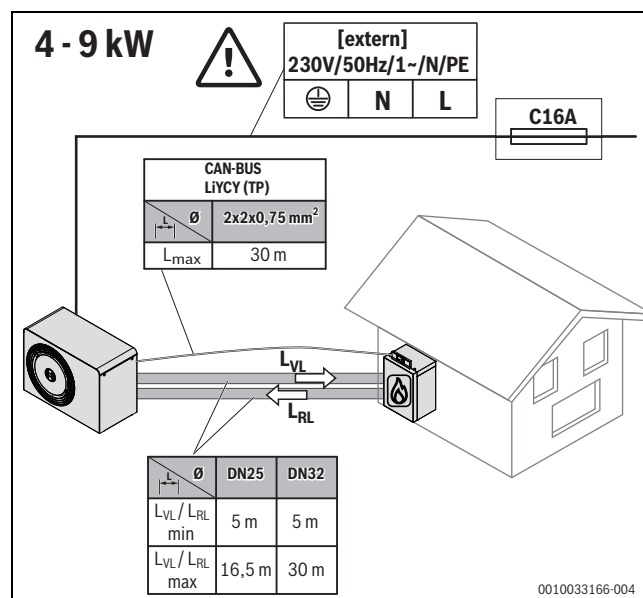

Bild 8 Anforderungen an Leitungslängen 4 – 9 kW
- Die Installation zusätzlicher Absperrhähne sowie weiterer Armaturen (Absperrarmaturen) zwischen Hybrid-Rohrgruppe HF-Set HYC25 (einfache Rohrlänge) und der Außeneinheit beachtet werden (→Bild 8).
Um die korrekte Funktion der Wärmepumpe sicherzustellen, müssen bestimmte minimale und maximale Längen der Rohrleitung und der CAN-BUS-Leitung zwischen dem Anschluss an der Rohrgruppe HF-Set HYC25 (einfache Rohrlänge) und der Außeneinheit beachtet werden (→Bild 8).